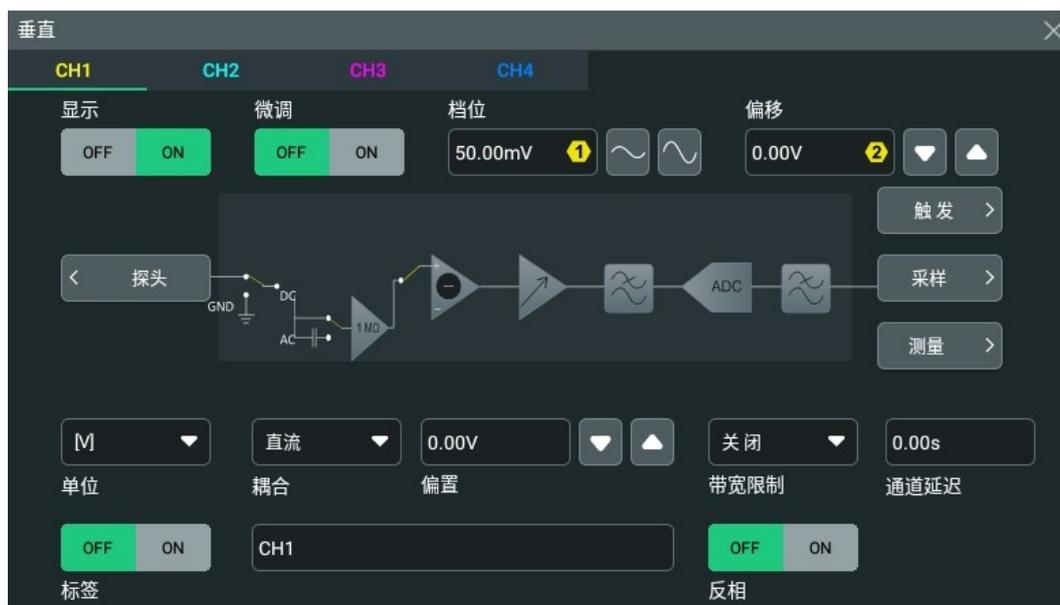

图 5.1 通道垂直菜单
- 在图 5.1 中，选择 CH1 的通道页签，**显示** 项选择 **ON** 可打开 CH1，选择 **OFF** 关闭 CH1。
- 可以在图 5.1 中，将通道 CH1 的 **显示** 功能按钮设置为 OFF，来关闭通道。